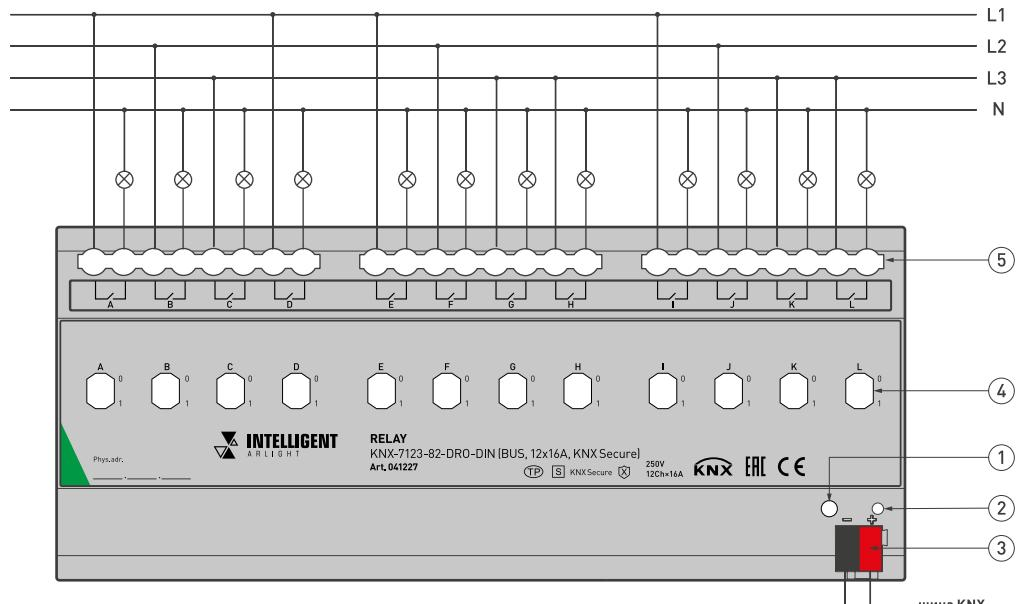

Рис. 1.
3.3. Подключите шину данных KNX (красный и черный провода в кабеле KNX) к соответствующим клеммным колодкам, соблюдая полярность и цвета проводов, затем подключите силовые клеммы в соответствии с проектом, см. рис. 1.